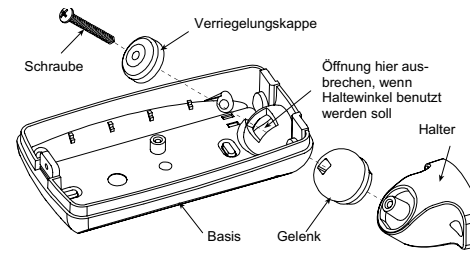

Abb. 6. Befestigung des Haltewinkels
- Große vorgestanzte Öffnung in der Halbkugel am oben Teil der Gerätebasis ausbrechen (siehe Abb. 6).
- Haltewinkel wie in Abb. 6 gezeigt montieren.